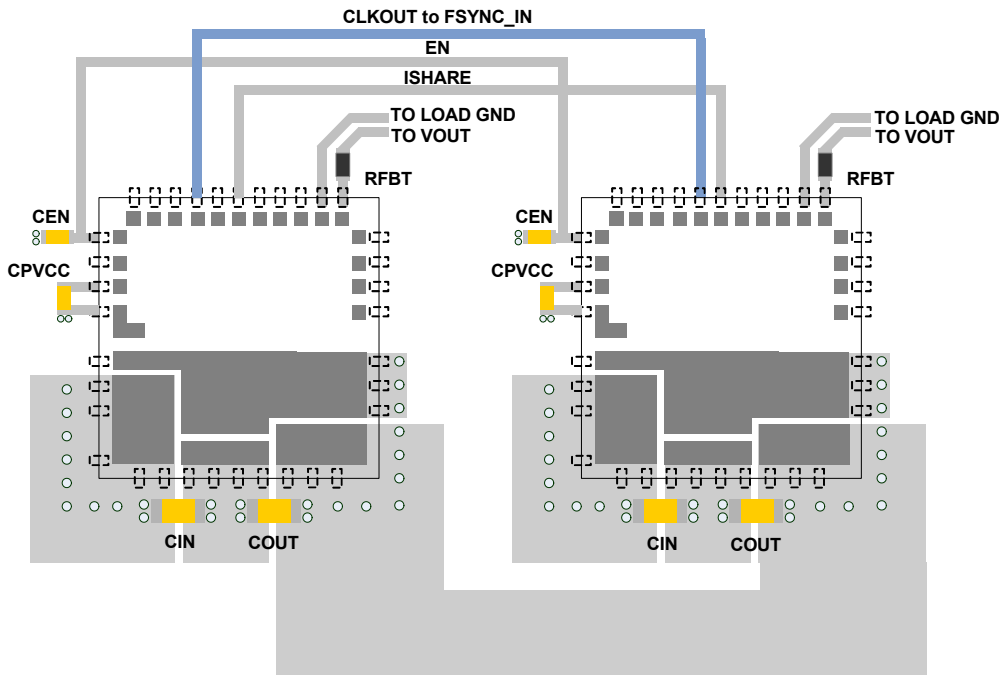

図 36. デュアルフェーズ・セットアップの推奨レイアウト
- ピン 1 ~ 11 がサーマルパッド (PD1 ~ 4) の反対を向くようにモジュールを配置してください。そのようにすれば、モジュールの下を通さずに信号バス (EN、ISHARE、CLKOUT ~ FSYNCIN) を配線できます。図 36 に示すように、外周に沿って配線してください。
- リモートセンス・トレースは互いに離して配線し、レギュレーション・ポイントでのみ接続してください。図 36 の例に示すように、VSEN_REM- および RFBT (リモート帰還) 向けに 4 つの個別トレースが存在します。